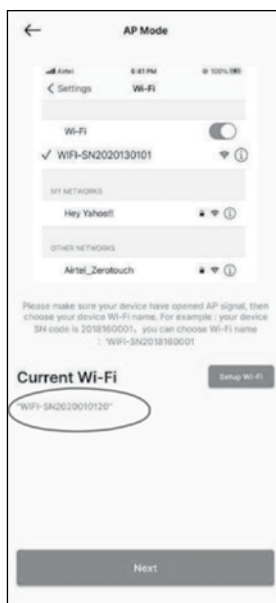

Рис. 43
4. После того как вы выберете и подключитесь к точке доступа, созданной роботом-газонокосилкой, нажмите кнопку «Назад» и вернитесь в наше приложение (рис. 43).